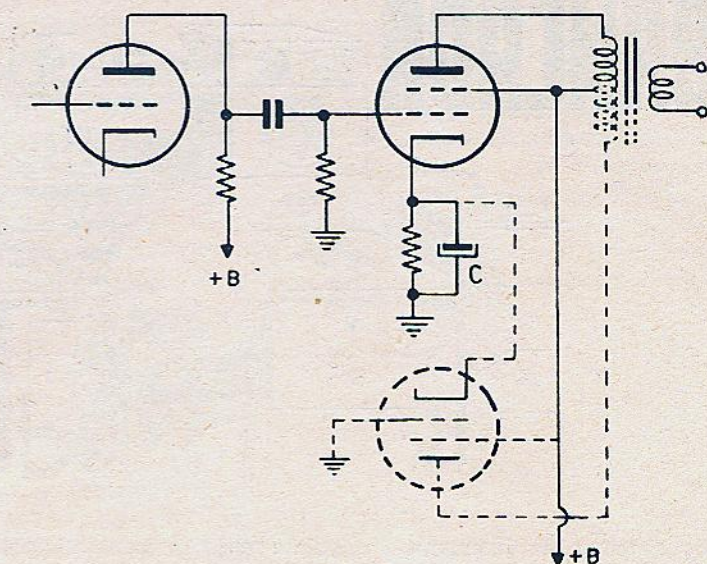

Fig. 3 — Inversor de fase, que dispensa válvula especial para esse fim. O condensador C deve ser retirado do circuito.
A primeira dificuldade somente pode ser contornada pela troca do transformador de força (para uma corrente de 30 ou 40 mA a mais) o qual cabe geralmente, no lugar do antigo. Se existir espaço suficiente para a adição, de pelo menos uma válvula, pode-se usar um circuito simples, que dispensa o uso de uma válvula separada para a inversão de fase. (fig. 3). Basta acrescentar as ligações indicadas com traço interrompido, trocar o transformador de saída pelo tipo push-pull adequado e retirar o condensador de catodo (C) existente no circuito original.